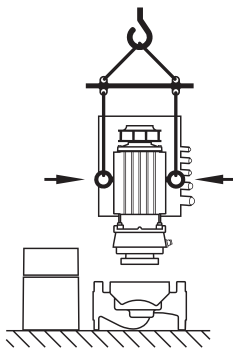

Fig. 25: Transporte do conjunto de encaixe
- Se os olhais de transporte estiverem ou forem deslocados da flange do motor e montados no corpo do motor, estão apenas previstos para o suporte ou transporte do conjunto de encaixe (Fig. 25) e não para o transporte da bomba completa, nem para a separação do conjunto de encaixe do corpo da bomba (o espaçador deve ser previamente desmontado e novamente montado).